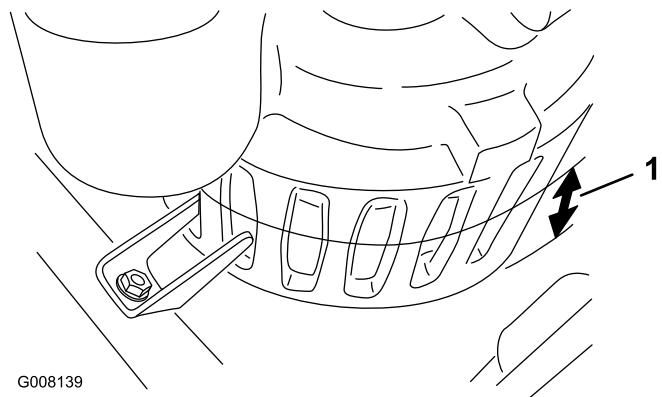

図 8
1. バンカーの一番低い場所で、水の深さを測る。水深が63.5mmポンプのスロットの半分の高さ以下である場合には、縦横各30cm、深さ57.5cmの穴を掘って、この穴の中にポンプをセットする図8。